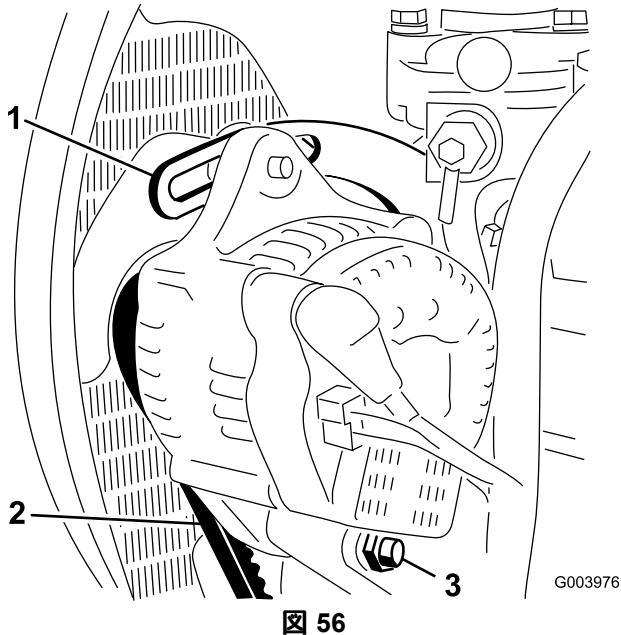

図 56
2. オルタネータ側ブーリとクランクシャフト側ブーリ間の中央部でオルタネータベルト(図56)を指で10 kg程度の力で押してベルトの張りを点検する。
4. ブレースをエンジンに固定しているボルト図56と、オルタネータをブレースとピボットボルトに固定しているボルトをゆるめる。